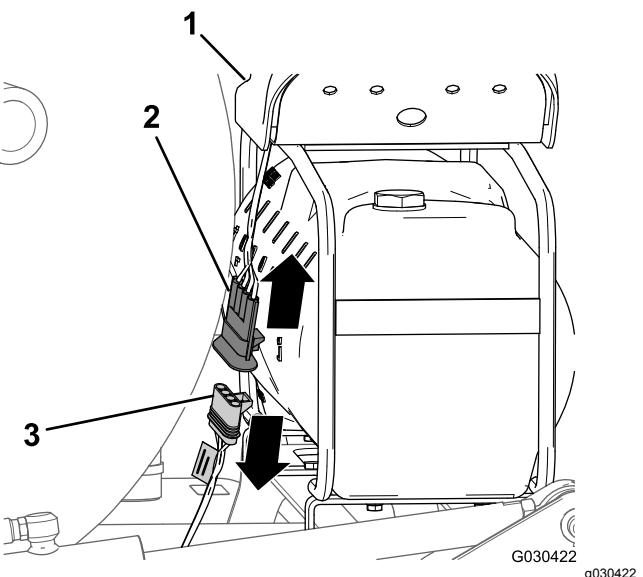

Figura 11
1. En la parte trasera del depósito del marcador de espuma, localice el arnés de cables del compresor (Figura 11).
2. Desconecte el conector de 4 pinos del arnés del compresor del conector hembra de 4 vías del arnés de cables trasero de la máquina (Figura 11).